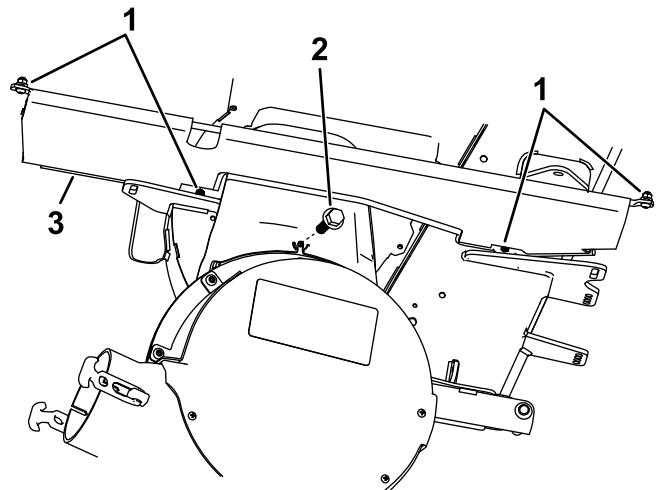

Figure 3
4. Fixez le nouveau panneau de protection sur le cadre et le plateau de coupe à l'aide des fixations existantes (Figure 3).
5. Vissez le boulon (1/4" x 5/8") dans le trou occupé précédemment par le bouton (Figure 3).